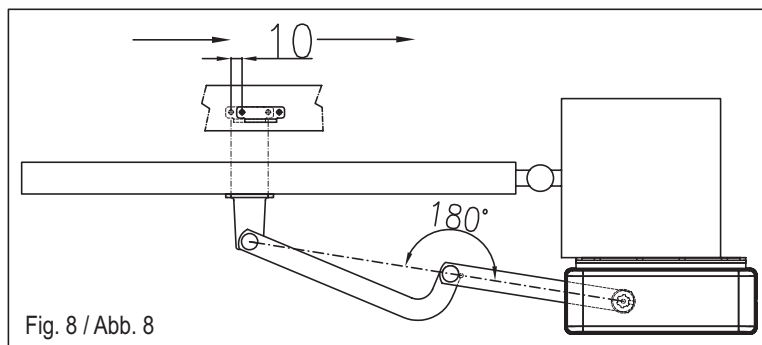

Fig. 8 / Abb. 8
01. Togliere il tappo copri sblocco (A)
02. Allentare le viti (B) e sfilare il coperchio (C)
03. Svitare le viti e i dadi (D) e togliere il motoriduttore dalla piastra di ancoraggio (E).
04. Fissare la piastra di ancoraggio (E) in posizione prescelta, con 4 tasselli ad espansione o quando è possibile tramite saldatura alla colonna portante.
05. Rimontare il motoriduttore e serrare le viti e dadi (D).
06. Montare il braccio articolato assemblato (F) sul motoriduttore fissandolo con la vite (G) ed il grano (H).
07. Sbloccare il motoriduttore con l'apposita chiave (I) e sistemare il braccio totalmente aperto, sull'anta del cancello chiuso (Fig.8).
08. Determinare quindi la posizione della staffa anteriore e spostarsi di 10mm verso il motoriduttore come indicato in Fig.8.
10. Regolare in modo appropriato le camme di finecorsa (L).
11. Inserire il coperchio (C) e fissare le viti (B).
12. Ribloccare il motoriduttore ed inserire il tappo copri sblocco (A).
01. Enlever le bouchon de protection du débrayage (A) ;
02. Desserrer les vis (B) et retirer le couvercle (C) ;
03. Dévisser les vis et les écrous (D) et enlever l'opérateur de la plaque d'ancrage (E) ;
04. Fixer la plaque d'ancrage (E) dans la position voulue avec 4 chevillées expansion où, quand cela est possible, en la soudant à la colonne portante ;
05. Remonter l'opérateur et serrer les vis et les écrous (D) ;
06. Monter le bras articulé assemblé (F) sur l'opérateur et le fixer avec la vis (G) et le goujon (H) ;
07. Débrayer l'opérateur avec la clé (I) et positionner le bras complètement ouvert sur le vantail du portail fermé (fig. 8) ;
08. Définir ensuite la position de la patte avant et se déplacer de 10 mm vers l'opérateur comme indiqué sur la fig. 8 ;
10. Régler de manière adéquate les cames de fin de course (L) ;
11. Positionner le couvercle (C) et fixer les vis (B) ;
12. Rebloquer l'opérateur et remettre en place le bouchon de protection du débrayage (A).
01. Quite el tapón que cubre el dispositivo de desbloqueo (A).
02. Afloje los tornillos (B) y extraiga la tapa (C).
03. Desenrosque los tornillos y las tuercas (D) y quite el motorreductor de la placa de fijación (E).
04. Fije la placa de fijación (E) en la posición escogida con 4 tacos de expansión o, cuando sea posible, soldada a la columna portadora.
05. Monte nuevamente el motorreductor y apriete los tornillos y las tuercas (D).
06. Monte el brazo articulado ensamblado (F) en el motorreductor, fijándolo con el tornillo (G) y el pasador (H).
07. Desbloquee el motorreductor con la llave correspondiente (I) y acomode el brazo totalmente abierto sobre la hoja de la cancela cerrada (Fig. 8).
08. Determine la posición de la placa anterior y desplácese 10 mm hacia el motorreductor, tal como se muestra en la Fig. 8.